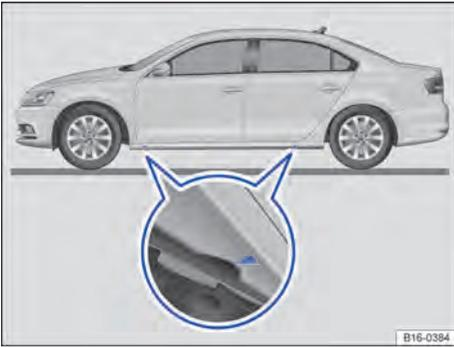

Fig. 233 Pontos de apoio do macaco.
O macaco somente pode ser posicionado nos pontos de apoio indicados (marca na carroceria) → Fig. 233. Deve ser considerado o ponto de apoio localizado junto à roda correspondente → .
6. Procurar sob o veículo o ponto de apoio do macaco → Fig. 233 mais próximo da roda a ser trocada.